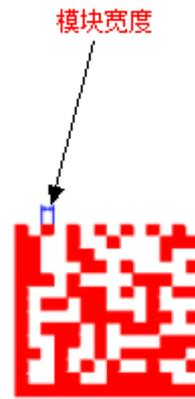

图 4-18
**模块宽度：**指最窄的条模块的宽度。如图 4-18 所示。